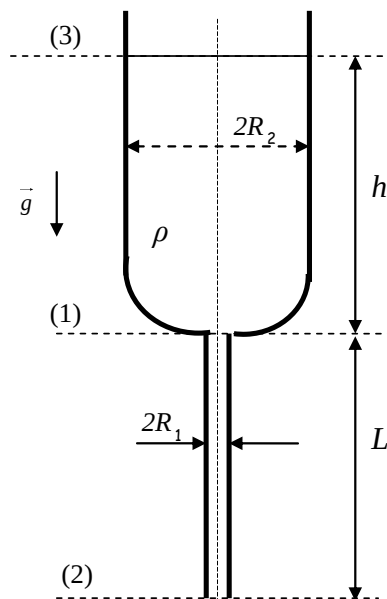

figure 1
On considère un viscosimètre (figure 1) constitué d'un capillaire de rayon R_1 et de longueur L surmonté d'un récipient cylindrique de rayon R_2 . L'ensemble est rempli d'un liquide de masse volumique ρ et de viscosité η . Les plans (1) et (3) sont distants de h .